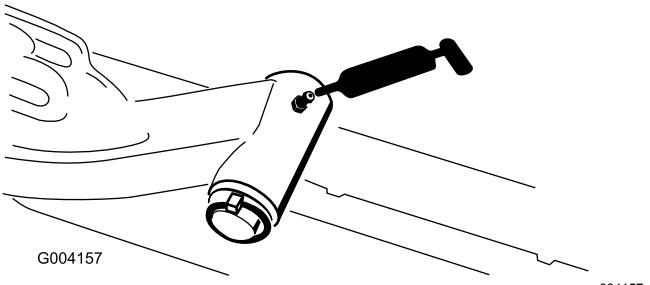

Figura 39
- Eixo das articulações do braço de elevação (1 cada) (Figura 39)